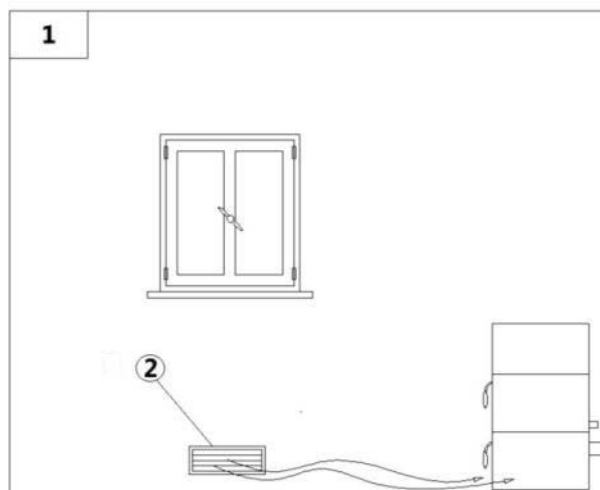

Fig. 10 - Direkte Luftzufuhr
LEGENDE	Fig. 10
- Die Luftzufuhr zwischen der Außenseite und dem Raum kann direkt durch die Öffnung auf der Außenwand des Raumes erfolgen (siehe **Fig. 10**).